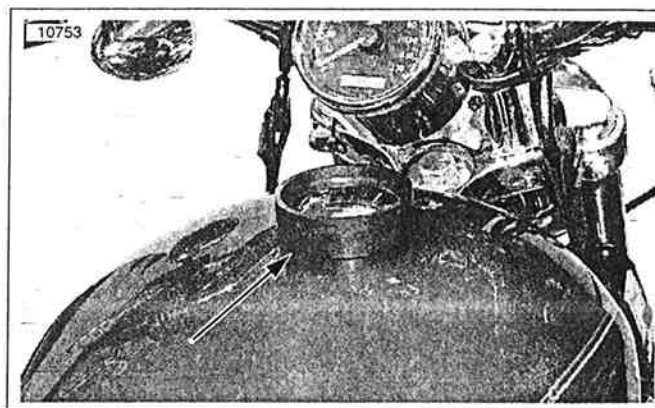

Figura 4-19. Colocación de la herramienta de anillo de alineación de la consola (HD-47114)
3. Vea la Figura 4-19. Coloque el anillo de alineación de la consola (HD-47114) sobre la tapa de llenado de combustible.